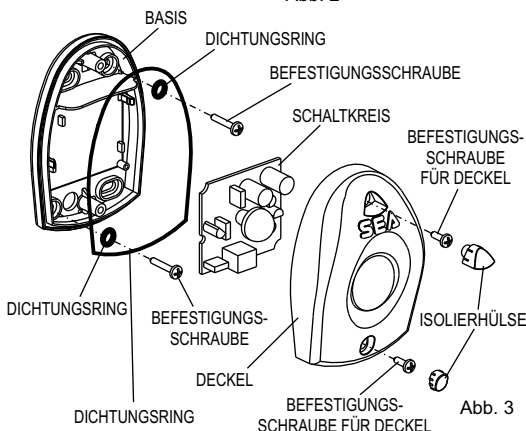

Abb. 3
- Den Sender wie in Abb. 3 befestigen.
- Den Empfänger wie nach Abb. 3 auf der Stirnseite befestigen, er muß auf der gleichen Höhe des Senders und dessen Achse ausgerichtet sein.